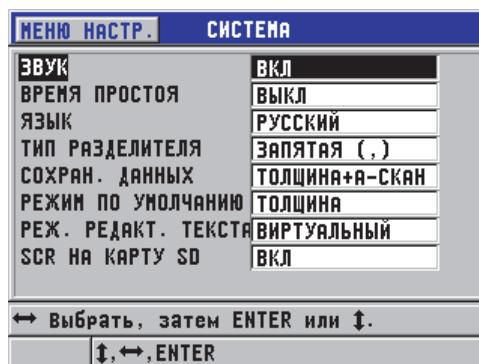

Рис. 8-2 Окно СИСТЕМА
1. Находясь в окне измерений, нажмите [SETUP], затем выберите **СИСТЕМА**. Открывается окно **СИСТЕМА** (см. Рис. 8-2 на стр. 160)